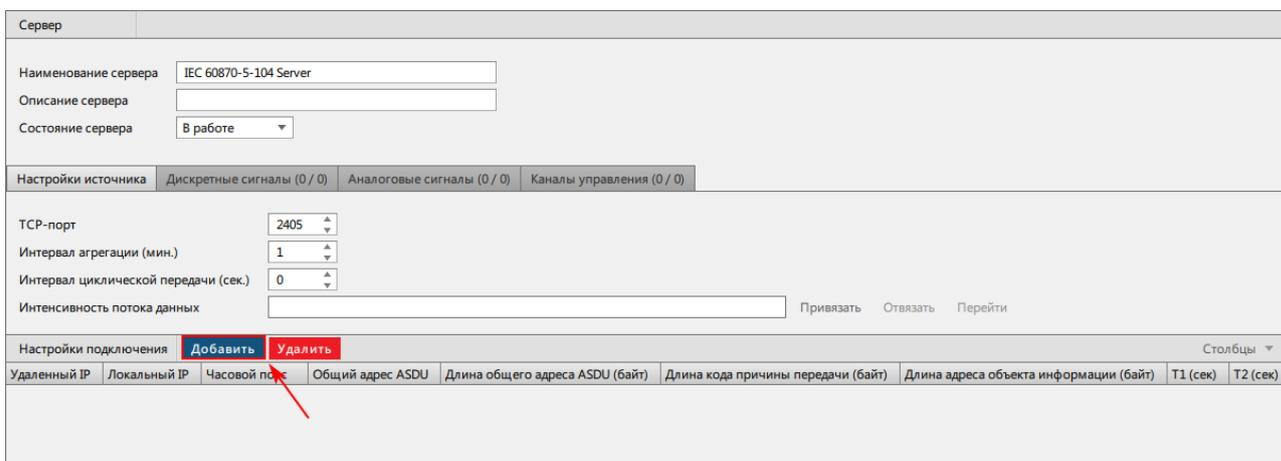

Рисунок 189 - Добавление нового подключения
3. Добавьте и настройте новое подключение (Рисунок 189). Описание параметров формы конфигурирования сервера представлено в Таблице 29.